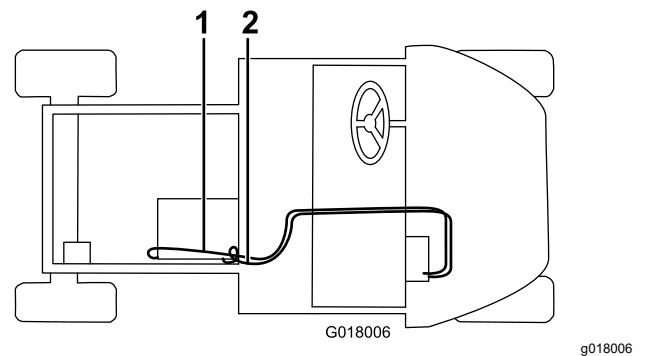

Figura 34
5. Ligue o tubo comprido à válvula do aquecedor com uma braçadeira de tubos e encaminhe-o através do furo na base do banco, do furo na estrutura da caixa e para a união reta com uma braçadeira de tubos (Figura 34). Corte o tubo em excesso para se ajustar.
6. Ligue o tubo mais curto ao enchimento em T branco com uma braçadeira de tubos, encaminhe-o através do grampo em R no porta-luvas, através do furo na base do banco e ligue-o à união em T no tubo inferior do radiador com uma braçadeira de tubos (Figura 34). Corte o tubo em excesso para se ajustar.